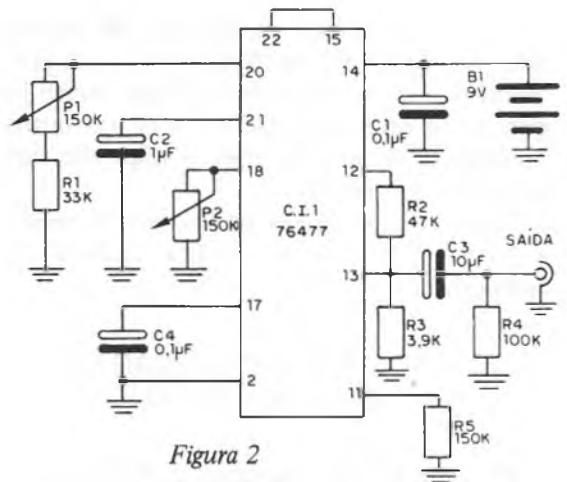

Figura 2
- as demais entradas de C.I.1, não representadas na figura 2, ao serem mantidas “abertas” garantem o estado lógico baixo (O ou L).
Para você tornar os efeitos sonoros “mais reais”, terá de dispor ao circuito, figura 2, um amplificador de uns poucos watts, o qual irá ditar a tensão de alimentação para o aparelho.